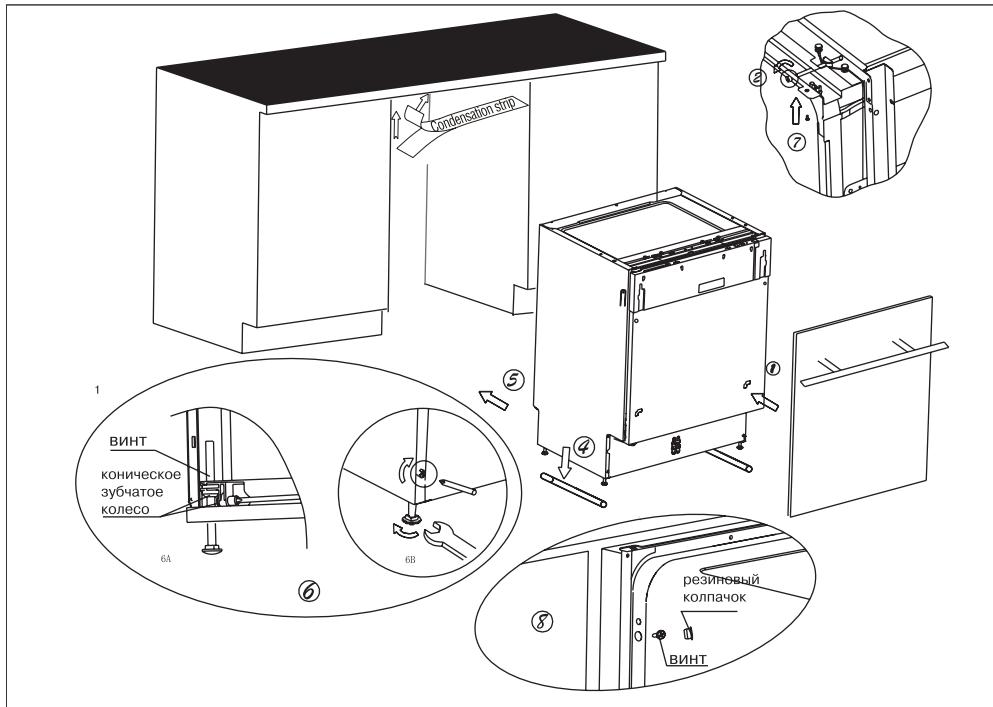

Рис. 7. Последовательность установки посудомоечной машины.
- Используя скобы, прикрепите декоративную дверцу от вашей мебели к дверце машины (см. п. 1 на рис. 7).
- Отрегулируйте натяжение пружин дверцы при помощи торцевого ключа, поворачивая его по часовой стрелке для натяжения пружины и против часовой стрелки для того, чтобы ослабить пружины дверцы. Невыполнение данной операции может привести к повреждению посудомоечной машины (см. п. 2 на рис. 7).
- Поместите посудомоечную машину на направляющие (см. п.4 на рис. 7).
- Выровняйте машину. Задние ножки можно регулировать винтами, расположенными спереди (см. п. 6а на рис. 7). С помощью ключа отрегулируйте передние ножки (см.п. 6в на рис. 7).
- A. Если у Вас столешница из дерева или ДСП, прикрутите машину к ней шурупами по дереву, будьте осторожны, вес машины может вырвать шурупы из дерева (см. п. 7 на рис. 7).
нитная столешница используйте скобы, чтобы прикрепить машину к стенам соседней мебели, при этом необходимо закрыть винты резиновыми шляпками, чтобы не повредить столешницу (см. п. 8 на рис. 7).